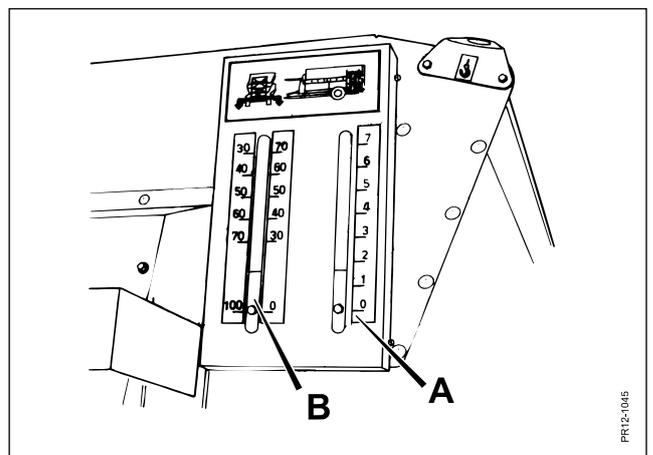

Fig. 5.19
- Fig. 5.19** Le panneau de distribution doit être fermé (repère en position la plus basse sur l'échelle B).
- Fig. 5.19** Noter que le panneau ne peut pas être ouvert avant que le convoyeur ne soit arrêté. La hauteur d'ouverture du panneau (échelle A) dépend de la composition du mélange d'aliments.